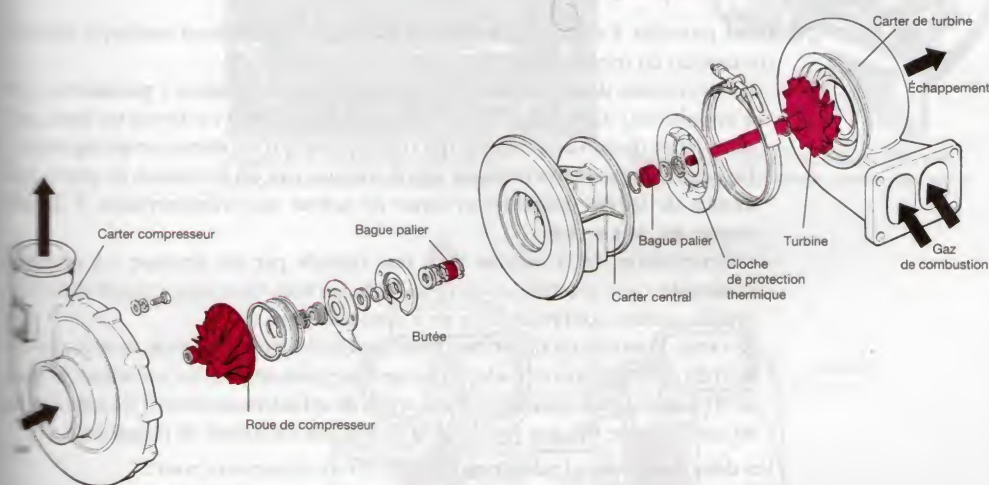
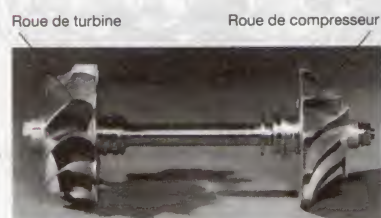
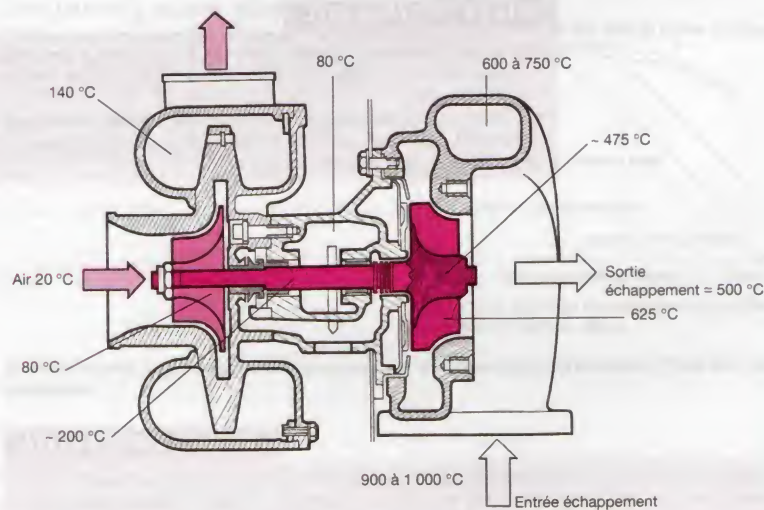
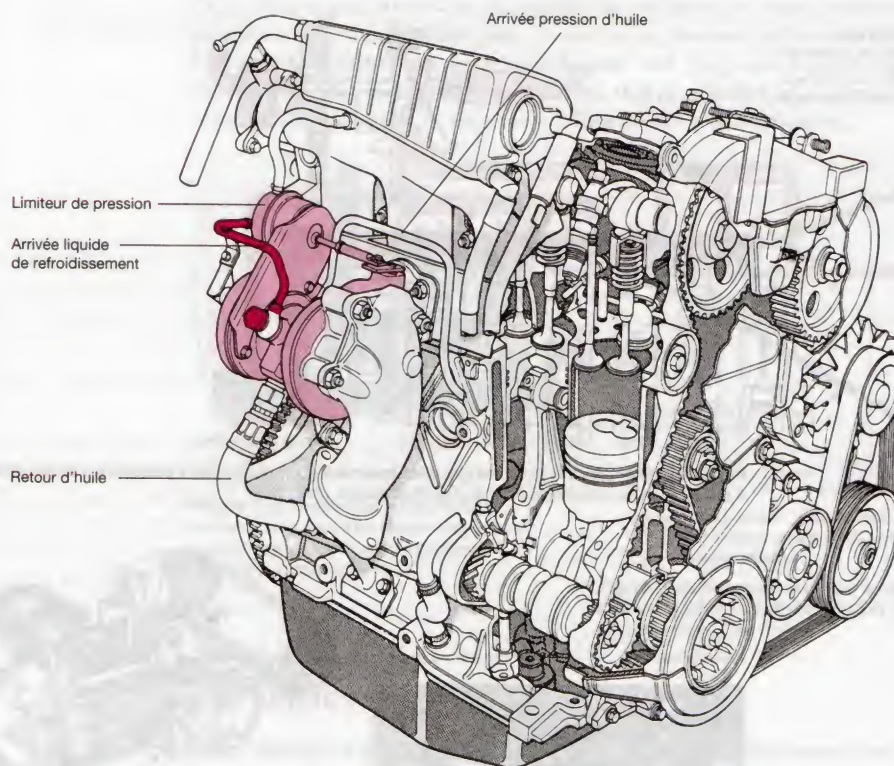

Figure 14.1. Vue éclatée d'un turbocompresseur Holset
Figure 14.5. Ensemble tournant de turbocompresseur KKK (Doc. KKK)
Figure 14.7. Les températures à l'intérieur d'un turbocompresseur
Figure 14.8. Moteur diesel Renault turbo, avec refroidissement par eau du turbocompresseur (Doc. ETAI)
- le carter central (fig. 14.1) ou support, comprenant les paliers, le rotor complet équilibré, le système de graissage et de refroidissement ;
- l'étage turbine (fig. 14.1) où les gaz de combustion en provenance des cylindres du moteur sont canalisés vers une roue axiale (cas des gros turbocompresseurs) ou à admission radiale (turbine centripète). Ces gaz se détendent et sont récupérés pour mettre en rotation la roue de turbine, avant d'être rejetés vers la tuyauterie d'échappement (fig. 14.4). Cette partie du *turbocompresseur* est soumise à des températures élevées ($> 650\text{ }^{\circ}\text{C}$), ce qui nécessite l'emploi de matériaux spéciaux (fonte GS pour le carter et acier réfractaire au nickel ou maintenant céramique pour la turbine) et d'un refroidissement efficace par circulation d'huile et quelquefois d'eau (fig. 14.8).
- L'alimentation de la turbine peut être réalisée par un système « **pulsatoire** » (ou à impulsions) dans lequel le collecteur d'échappement est divisé en deux conduits reliés chacun aux *cylindres* qui n'échappent pas en même temps (fig. 14.4). Les ondes de pression s'écoulent vers la turbine avec un minimum de pertes (collecteurs de faibles diamètres et carter de turbine du *turbocompresseur* à double entrée) (fig. 14.1 et 14.4).
- l'**étage compresseur** (fig. 14.1) : l'air pénètre axialement dans le compresseur, est mis en vitesse par la roue de *compresseur* (fig. 14.5) puis dévié de 90° vers le diffuseur qui transforme l'énergie cinétique acquise en pression d'air, dirigée vers le *collecteur d'admission*. Les températures de cet étage étant beaucoup plus faibles que le côté turbine (80°C à 150°C), les pièces (roue, carter) sont en alliage d'aluminium (fig. 14.7) ;
- **ensemble tournant** : l'ensemble turbine-arbre est dénommé « rotor » ; l'ensemble rotor-roue de *compresseur* (fig. 14.5) constitue « l'ensemble tournant » et demande un équilibrage parfait. Cet ensemble tourne sur « film d'huile » sans frottement, les *coussinets* (paliers) lisses montés flottants dans le carter central servent de guides.
- La réparation de ces turbocompresseurs est à confier à des professionnels, l'équilibrage de l'ensemble tournant (fig. 14.5) étant très « pointue » vu les vitesses de rotation atteintes (> à 150 000 tr/min).